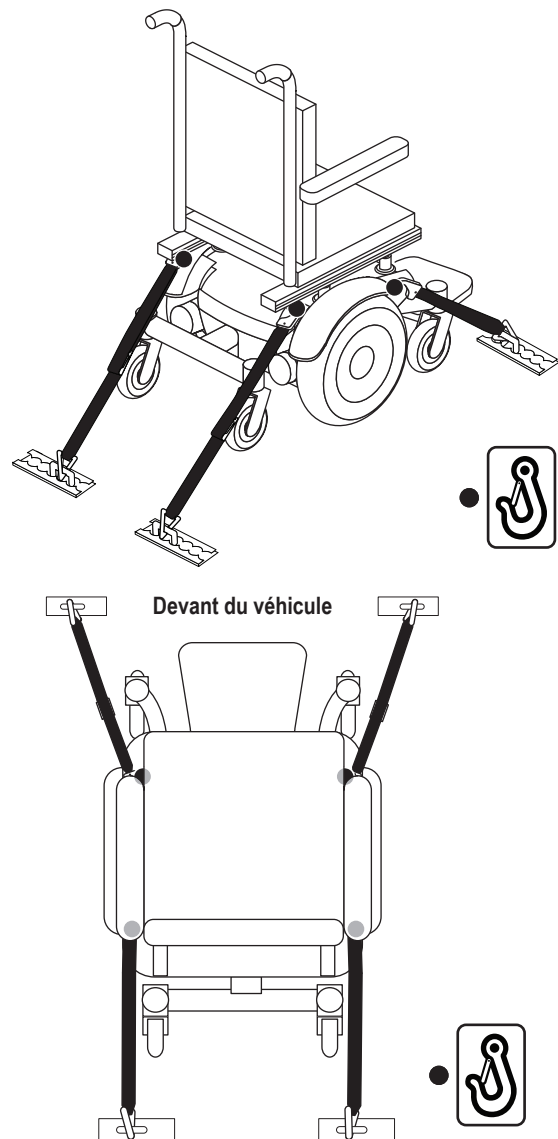

Figure 11. Accroches-taxi pour fauteuil motorisé non occupé
- Positionnez les points d'ancrage arrière des courroies directement derrière le fauteuil motorisé. Les points d'ancrage avant sont disposés plus loin de chaque coté du fauteuil motorisé afin d'augmenter la stabilité latérale. **Voir la figure 11.**